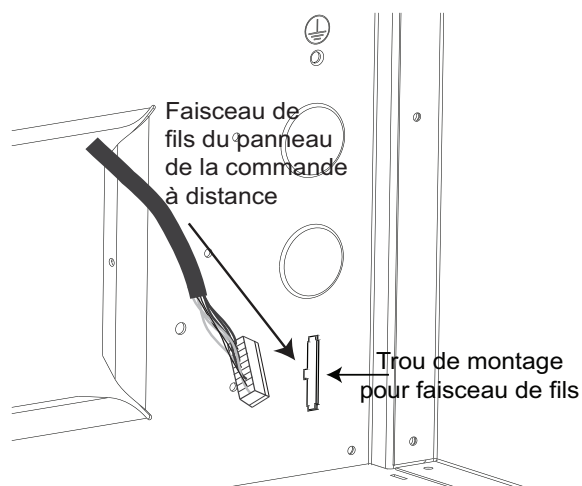

Figure 3 : Trou de montage du faisceau de fils de la commande à distance
- Insérez l'extrémité du faisceau de fils du panneau de la commande à distance dans le trou de montage, comme illustré sur la Figure 3, jusqu'à ce qu'un déclic se produise.